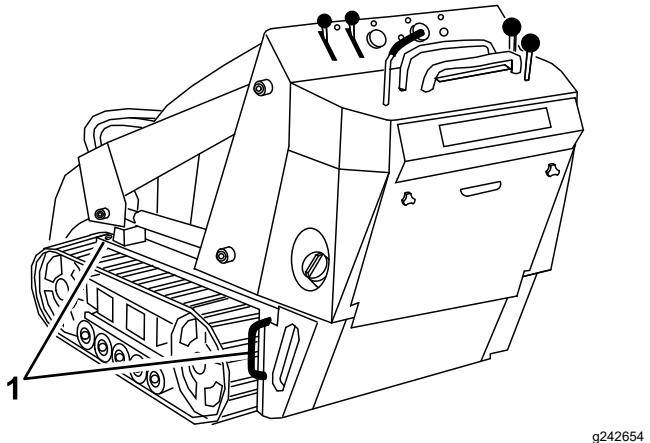

Figura 20
8. Utilizzate gli anelli di ancoraggio in metallo sulla macchina per fissare saldamente la macchina al rimorchio o all'autocarro con fascette, catene, cavi o funi (Figura 20). Fate riferimento ai regolamenti locali per i requisiti di ancoraggio.
Potete sollevare la macchina utilizzando gli ancoraggi/anelli di sollevamento come punti di sollevamento; fate riferimento a Figura 20.